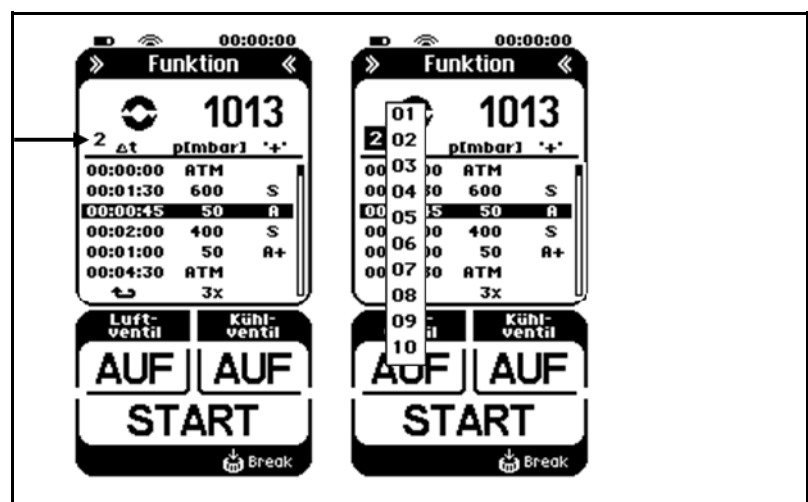

Abb. 13: Menü im Betriebsmodus Funktion
Zeilenauswahl (siehe Abb. 13):
- Taste zur Stützpunkt-Tabellen-Auswahl (Pfeil in Abb. 13) drücken und gewünschte Stützpunkt-Tabelle auswählen. Die zuvor unter der Nummer gespeicherte Stützpunkt-Tabelle ist jetzt sichtbar.